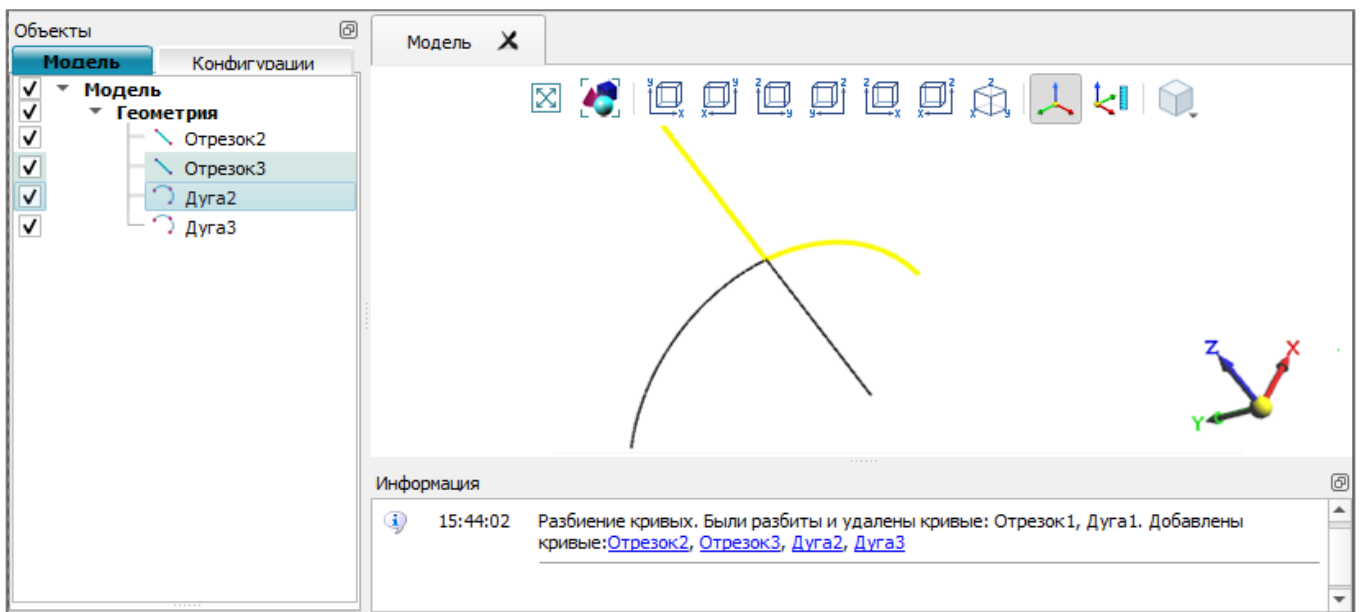

Рис. 29
7.5.2. В результате выполнения операции в приведенном примере будут созданы два сегмента объекта *Отрезок1* и два сегмента отрезка *Дуга1*. Сами объекты *Отрезок1* и *Дуга1* будут удалены (рис. 29).